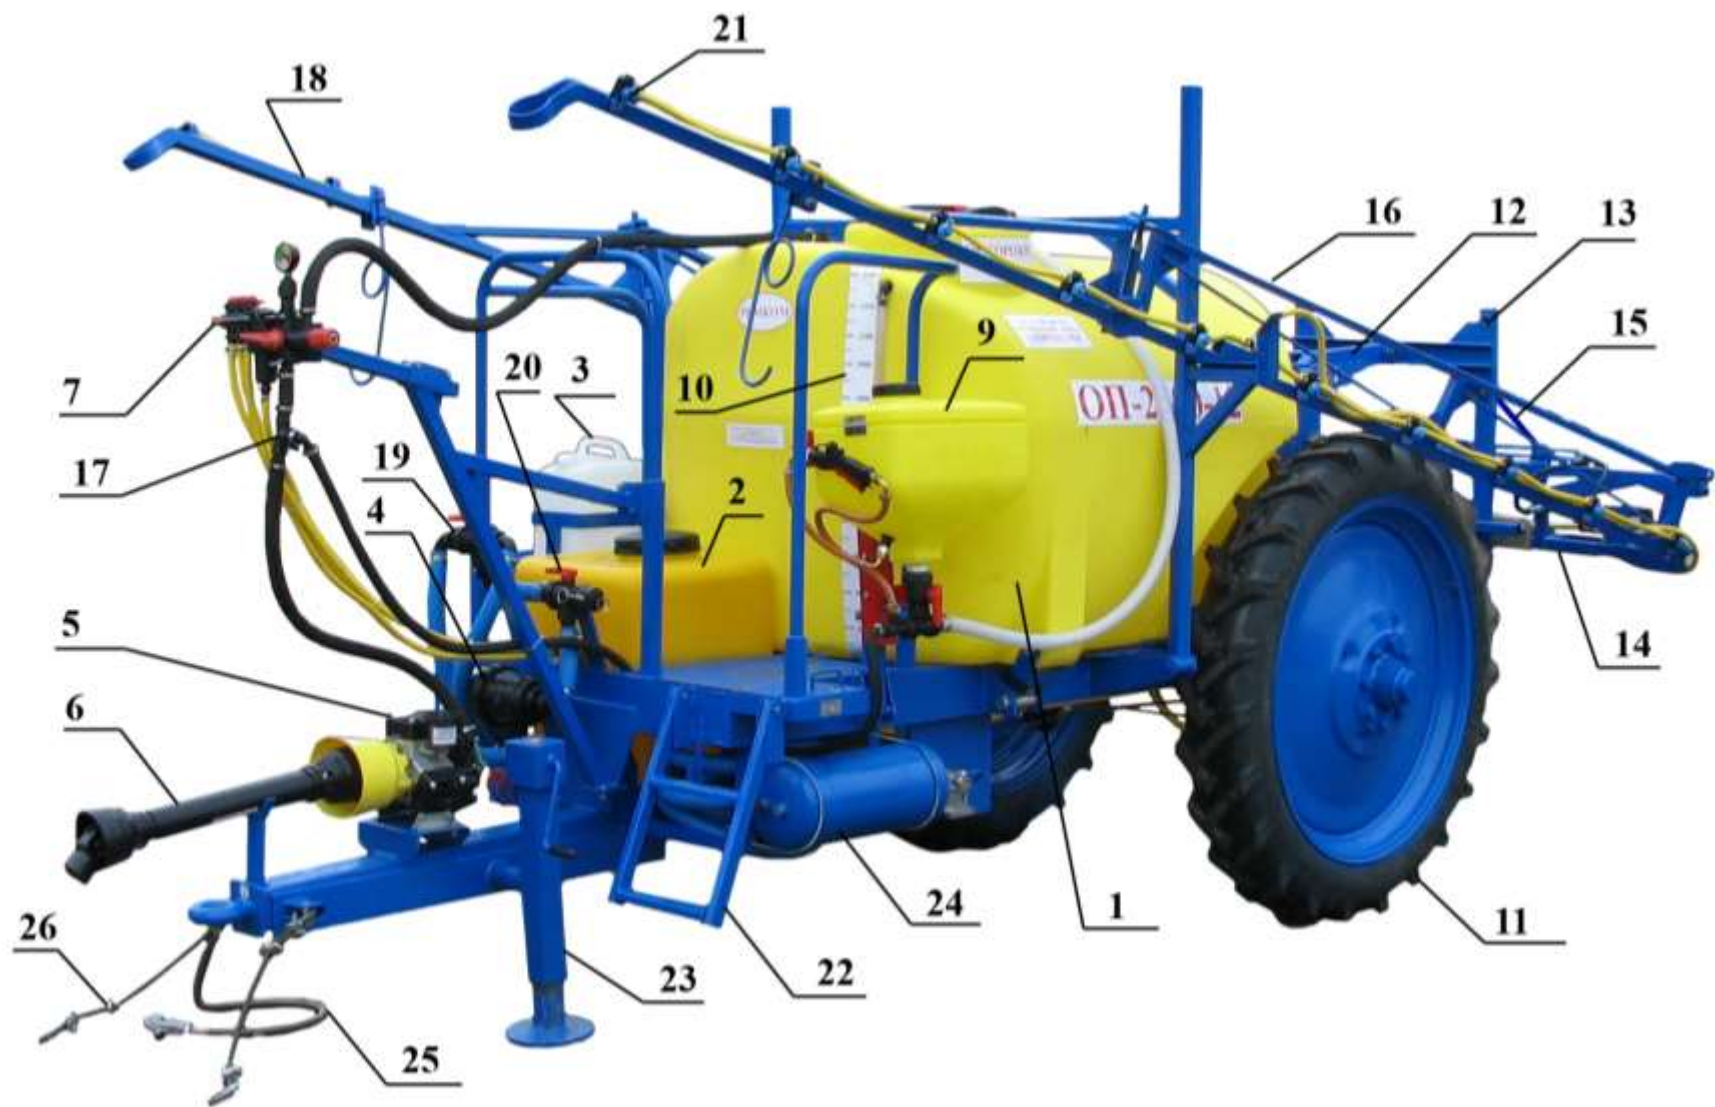

Рис. 1. Опрыскиватель ОП-2500-12. Общий вид.
2.2. Устройство опрыскивателя показано на рис. 1, а основных узлов – на рис. 2-5. Гидравлическая схема приведена на рис. 6.